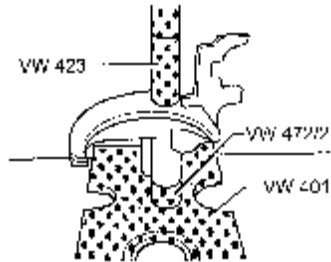

图 9-57 球形套筒的拆装
(2) 球形套筒的拆卸和安装，应使用专用工具并按图 9-57 所示进行。